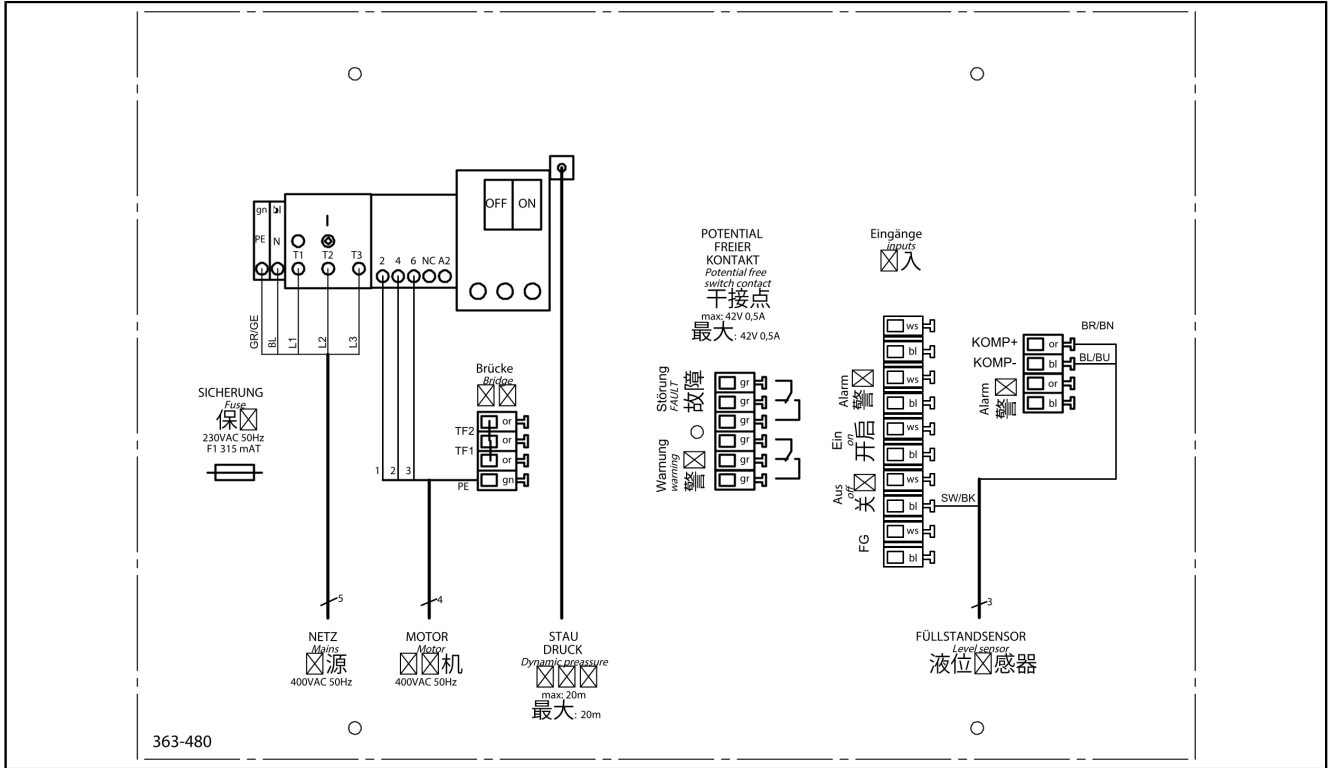
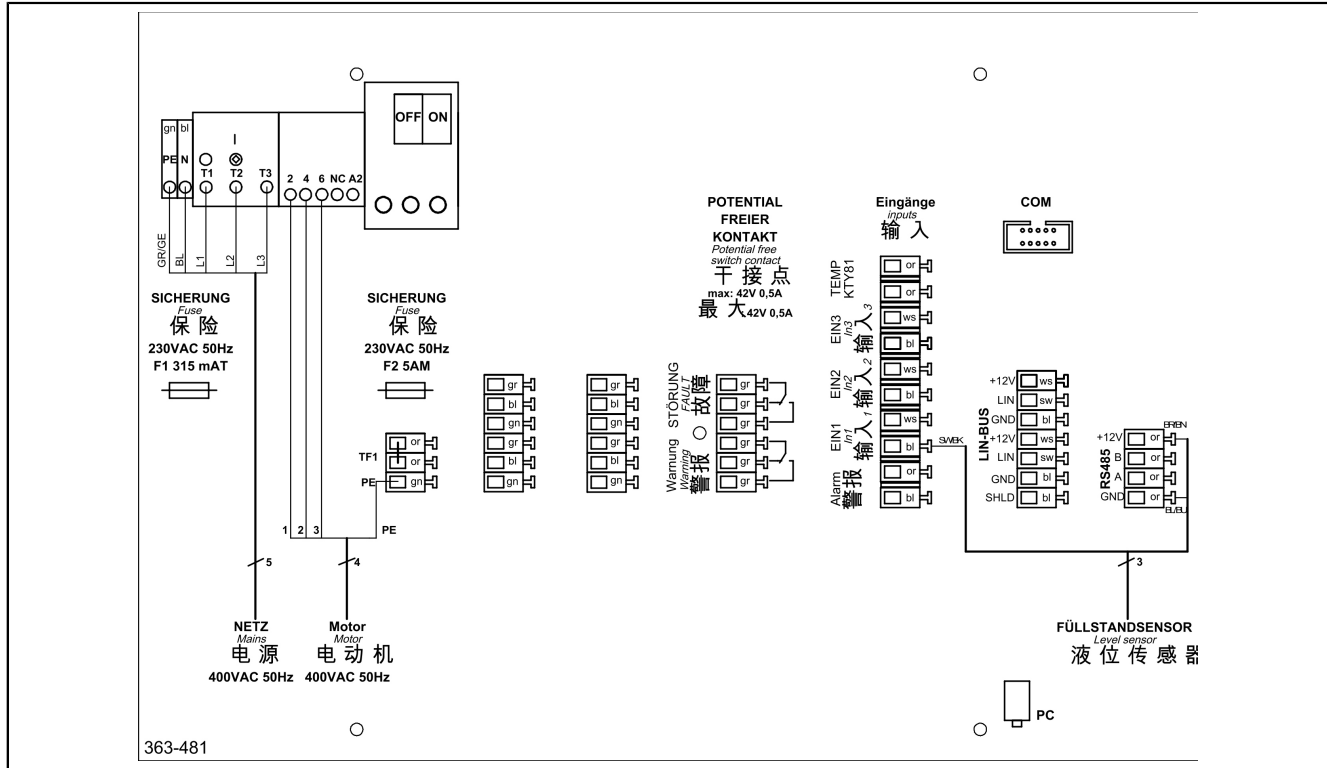

Abb. 5: Anschlussplan Schaltgerät Siebschnecke
Abb. 6: Anschlussplan Schaltgerät Skimmereinheit
- Prüfen, ob die Verkabelung der Schaltgeräte gemäß Anschlussplan ausgeführt wurde (siehe "Abb. 5: Anschlussplan Schaltgerät Siebschnecke", Seite 20/ siehe "Abb. 6: Anschlussplan Schaltgerät Skimmereinheit", Seite 21).